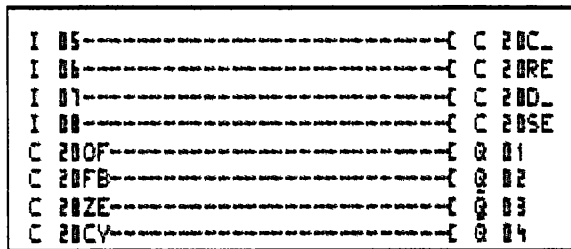

Рисунок. 7.8 - Приклад схеми з'єднань котушок і контактів лічильника С 20
Збереження поточного значення *Рахункові реле* можуть мати режим зі збереженням поточного значення. Номер реле зі збереженням може бути обраний в меню SYSTEM ... RETENTION ... Збереження поточного значення вимагає 4 додаткових байта пам'яті. У реле зі збереженням поточна величина зберігається при переході з режиму RUN в режим STOP, а також при відключенні живлення. Розглянемо приклад роботи лічильника номер 20 у відповідності зі схемою з'єднань, наведеної на рис. 7.8.
- Замикається контакт З 20СУ. Контакт працює в імпульсному режимі в такт із сигналами що надходять на вхід, відповідно в імпульсному режимі працює реле Q04 (рис.7.8)
7.1.6 Цифровий компаратор (CP)